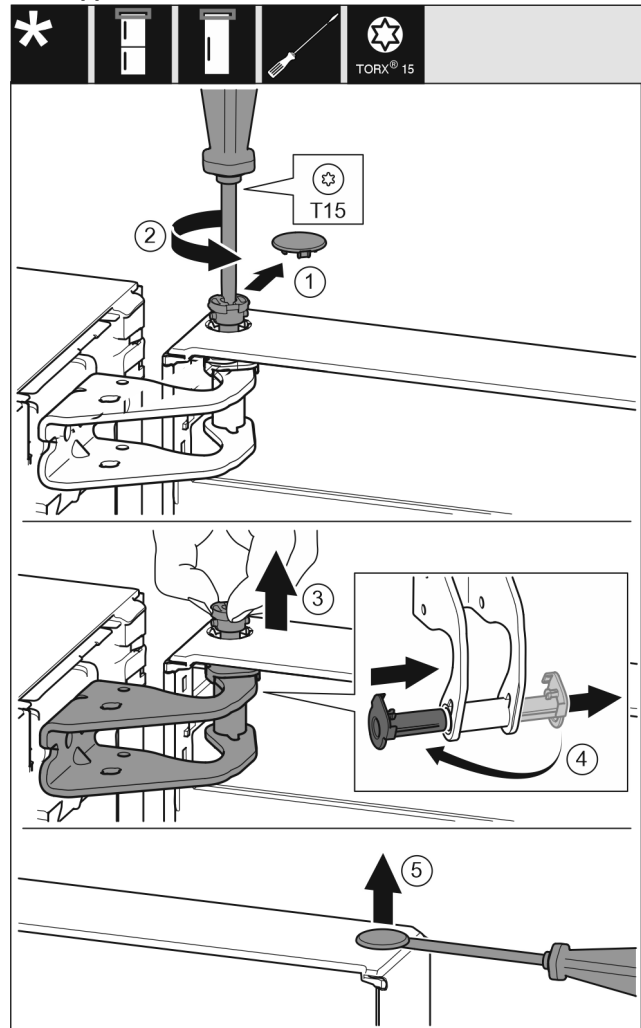

Fig. 10
- ▶ Trekk sikringsdekselet forsiktig av. Fig. 10 (1)
- ▶ Skru bolten ut et stykke med skrutrekker T15. Fig. 10 (2)
- ▶ Hold fast døren, og trekk bolten ut med fingrene. Fig. 10 (3)
- ▶ Trekk lagerbøssingen ut av føringen. Sett den inn fra den andre siden, og la den klikke på plass. Fig. 10 (4)
- ▶ Løft proppen forsiktig ut av dørens lagerbøssing med en skrutrekker, og trekk den ut. Fig. 10 (5)